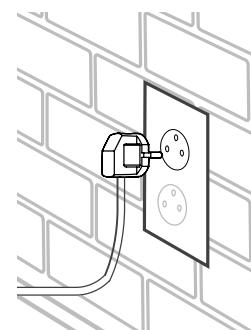

Abbildung 2.3
- Schließen Sie den Schnellkochtopf an eine Steckdose an. **[Abbildung 2.3]**